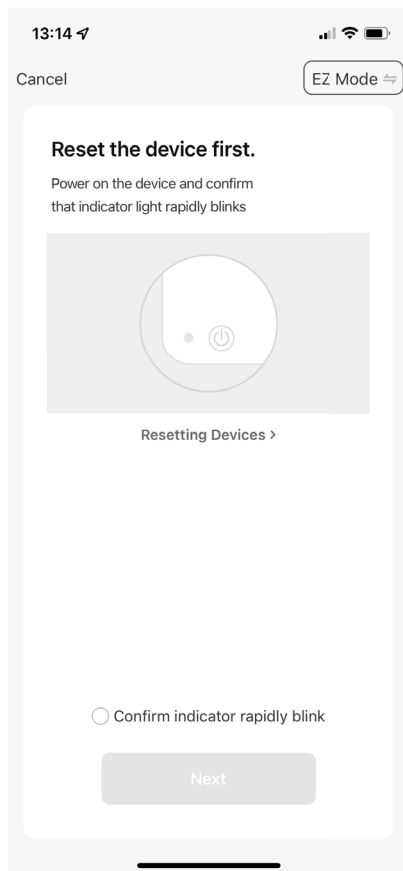

Fig. 4
- Pulse arriba a la derecha en MODO EZ (**fig. 4**).